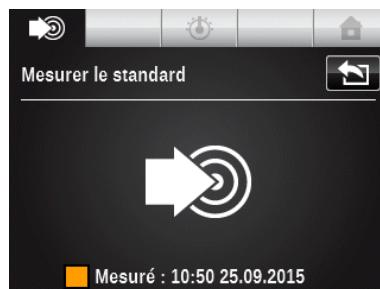

Figure 6 Ecran mesure de standard
- Effectuer une mesure de la teinte de référence (nommée standard) en sélectionnant l'icône en haut à gauche de l'écran pour rentrer dans le menu *Mesurer le standard* (cf. Figure 6).